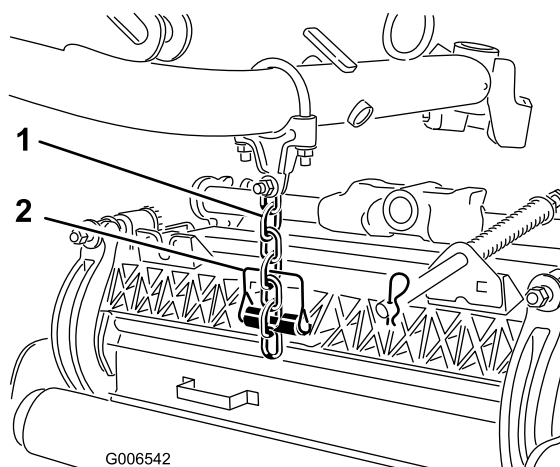

Figure 18
7. Fixez la chaîne du bras de relevage au support de chaîne du plateau de coupe (Figure 18) avec la goupille élastique comme suit :